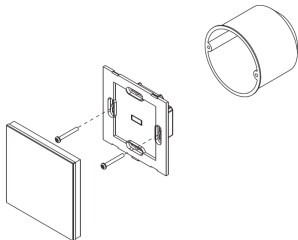

Рис.4. Установка панели управления в монтажную коробку.
3.6. Установите корпус панели в монтажную коробку и закрепите его при помощи двух винтов (Рис.4).